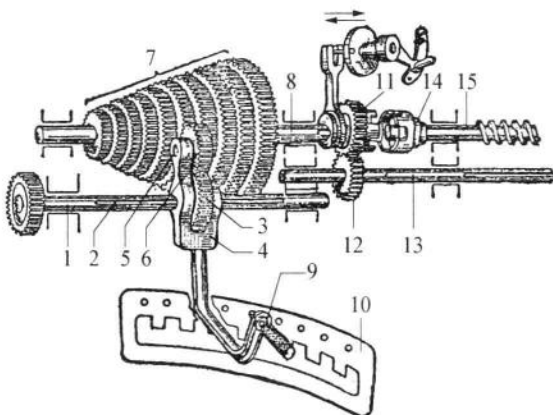

图 1-6 车床进给箱结构原理图
(2) 进给箱 图 1-6 所示为一种宝塔齿轮式进给箱。在轴 1